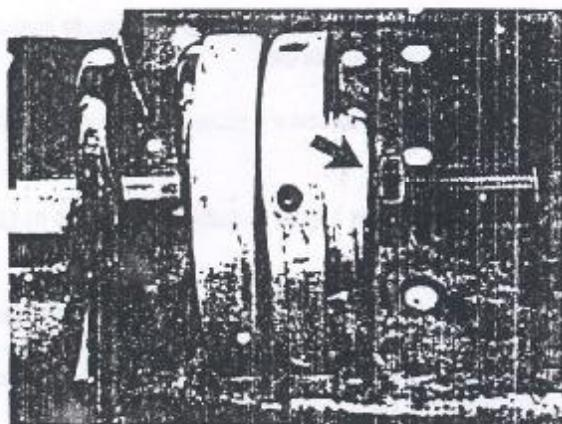

Figura 4.13.6 - Porca de retenção da mola
11. Girar a porca da haste no sentido anti-horário, com a ferramenta G.4.13.01A, de modo a eliminar a tensão da mola helicoidal (Figura 4.13.6). Remover a porca, a arruela e o isolador de borracha.
8. Instalar a porca da haste e apertá-la com a ferramenta G.4.13.01A, até que a mesma encoste no final do seu curso (Figura 4.13.6).